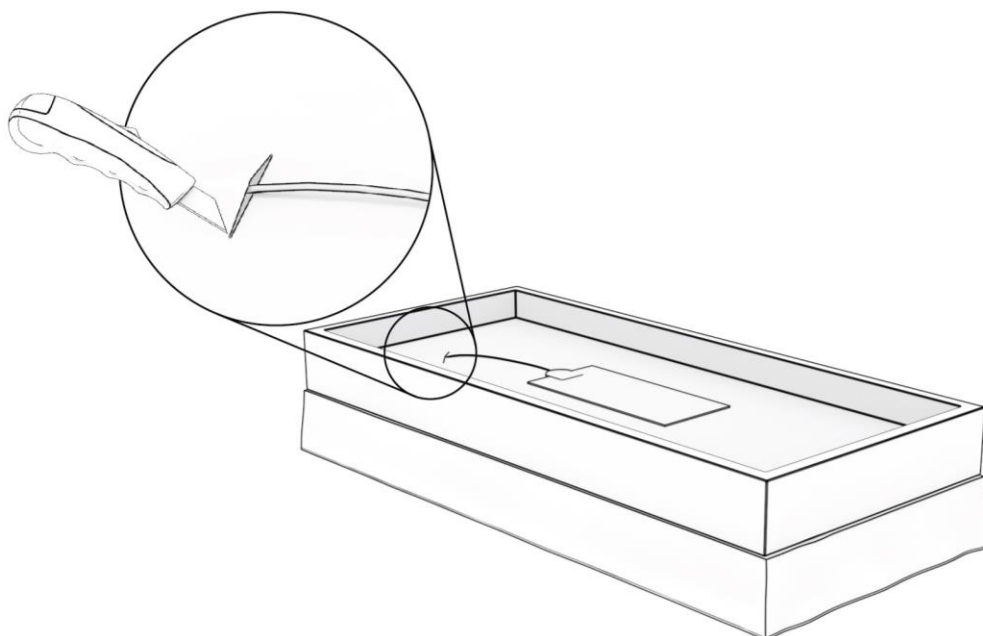

Abbildung 3: Positionierung des Heizelements und Schneiden von Schlitzten im Schaumkern und in die Unterseite des Bezuges.
Schritt 3. Positionieren Sie die Heizelemente auf dem unteren Teil des Bezuges, wie in Abbildung 3 dargestellt. Es gibt zwei Varianten eines unteren Bezuges. Eine hat vorgestanzte Löcher im Boden des Bezuges, durch die die Kabel der Heizelemente geführt werden können. Bei der anderen Variante muss man mit einem Stanley-Messer selbst Schlitz in den Boden des Bezuges schneiden. Schneiden Sie in diesem Fall sowohl in den Schaumkern als auch in die Unterseite des Bezuges einen Schlitz ein, um das Heizelementkabel durchzuführen. Wenn ein vorgeschchnittenes Loch vorhanden ist, schneiden Sie nur ein Loch in den Schaumkern in Höhe des vorgeschrittenen Lochs in der Unterseite des Bezuges, damit die Schnur durch beide Löcher geführt werden kann.